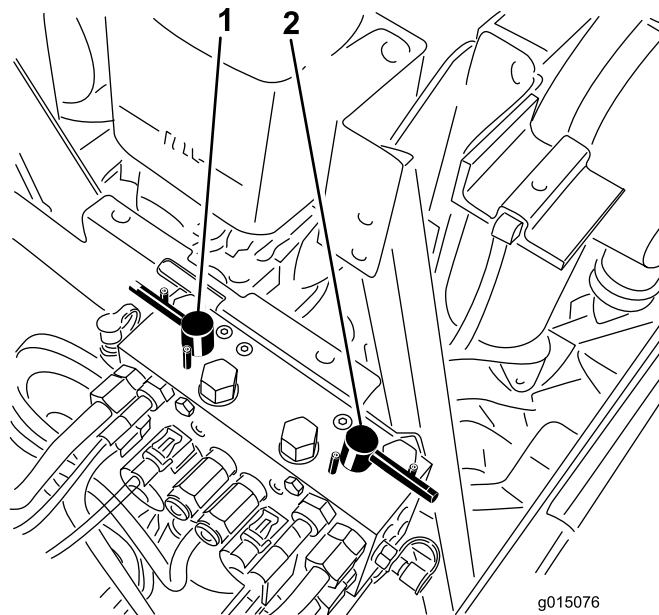

Bild 99
4. Wählen Sie entweder die vorderen, hinteren oder beide Läpphebel, um zu bestimmen, welche Spindeln geschärft werden (**Bild 99**).